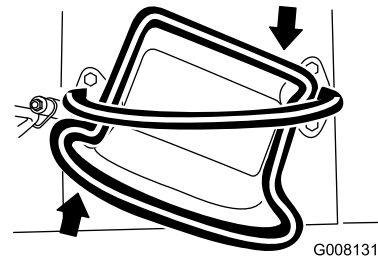

Figura 9
- Para girar a la derecha, mueva el control de tracción en el sentido de las agujas del reloj (Figura 9).